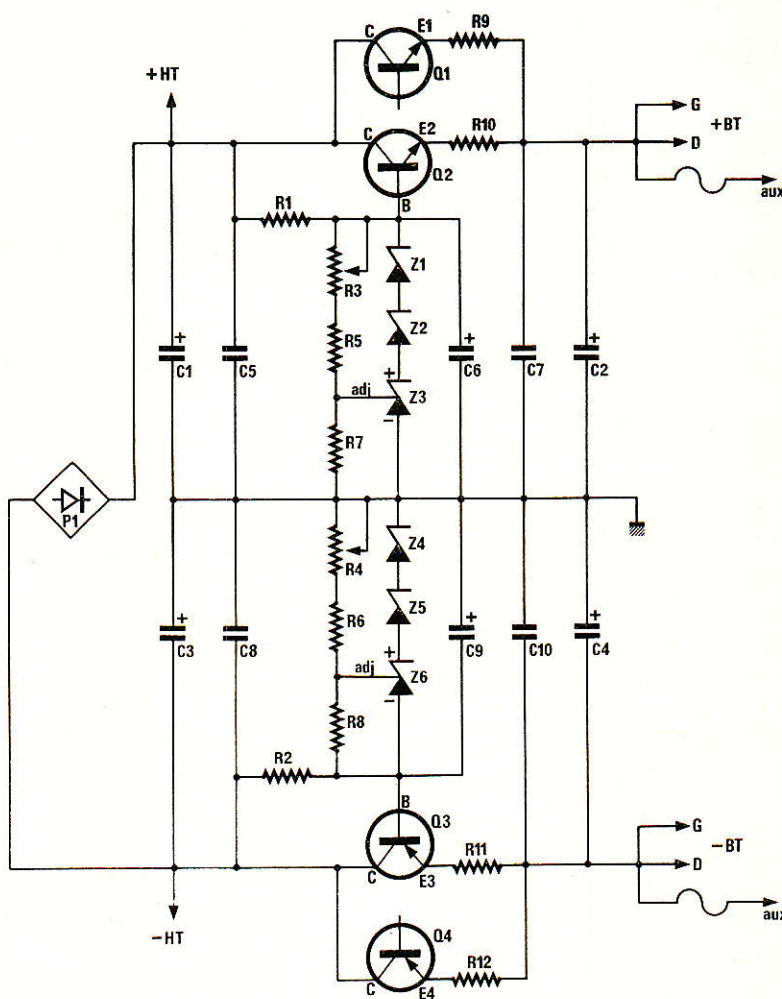

Figure 7
Leur schéma de principe est donné en figure 7 et correspond à une structure Zener + Ballast éprouvée dans nos précédents amplis. Les zener asservies Z3 et Z6 pilotent des Darlington puissants montés en parallèle (Q1 + Q2 et Q3 + Q4).
Les régulations de la figure 7 sont placées sur les deux petits circuits imprimés différents nommés Z + et Z - dont la figure 15 donne les tracés et la figure 16 les implantations. Chaque carte tient à l'intérieur d'un radiateur ISKRA S 39/100 mm de telle sorte que le haut de la carte (+ de C8 ou de C9) affleure le haut du radiateur.
- Ressortir en + BT et - BT de Z + et Z - par (gros) fils qui vont aux bornes + et - des chimiques C2 et C4 respectivement (voir figure 7). Décharger C2 et C4 par résistance ou court-circuit avant d'y relier + BT et - BT.